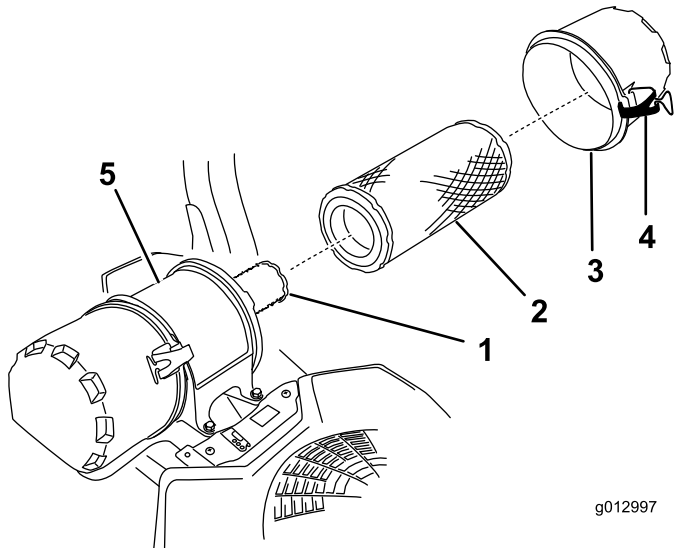

Figura 44
6. Abra los cierres del limpiador de aire y tire de la tapa de la entrada de aire para separarla del cuerpo del limpiador de aire (Figura 44).
8. Extraiga con cuidado el filtro primario de la carcasa del limpiador de aire (Figura 44).
2. Si va a cambiar el filtro interno, deslícelo cuidadosamente en el cuerpo del filtro (Figura 44).
3. Deslice cuidadosamente el filtro primario por encima del filtro interno (Figura 44).
4. Instale la tapa del limpiador de aire y fije los cierres (Figura 44).